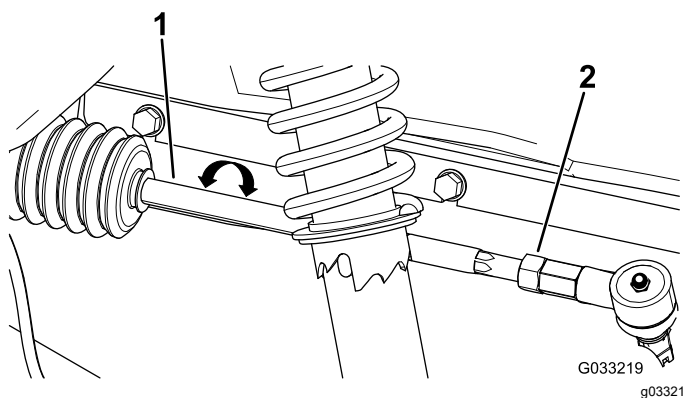

Рисунок 48
2. Если измеренное значение выходит за пределы 0–6 мм, ослабьте контргайки с обоих концов тяг (Рисунок 48).